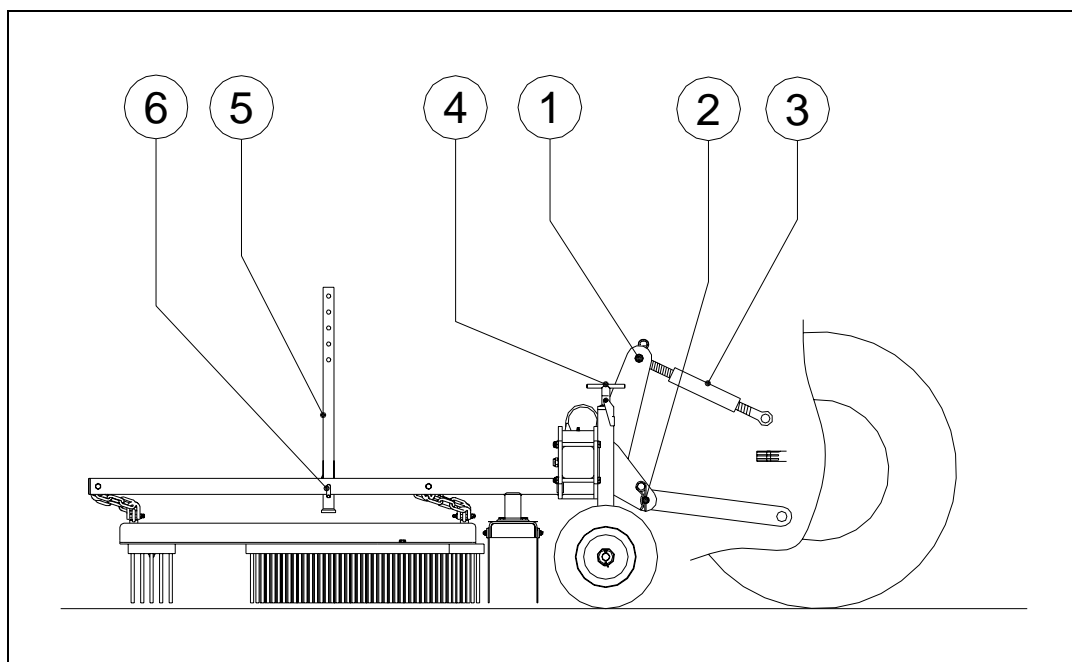

Fig. 8
La machine est livrée verticalement sur la palette. Pour retirer la palette et poser la machine horizontalement sur le sol, procédez comme suit (voir Fig.8) :
observer la méthode suivante (Fig 8.)
Il est possible de régler la profondeur utile en ajustant les roues libres. Effectuer cette opération en tournant les broches 4 (Fig. 8) situés sur la façade de la machine. Réglez les deux côtés de la machine sur une même hauteur afin d'obtenir un nettoyage uniforme du champ.
3. Serrer la barre supérieure 3 de manière à ce que la machine se trouve perpendiculaire à la base (voir fig. 8)